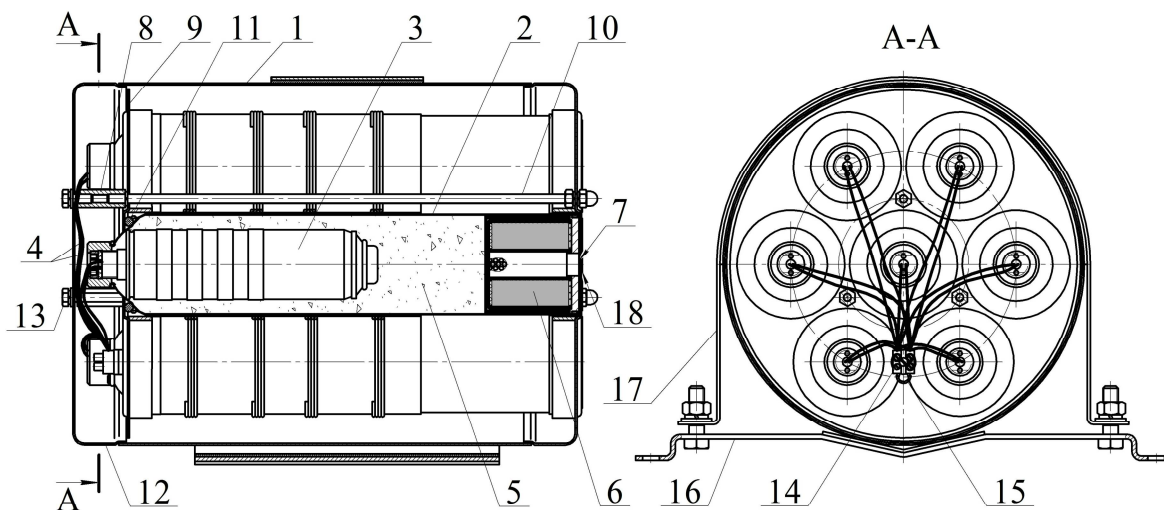

Рисунок 1
4.1.1 ГППТ (см. рисунок 1) состоит из корпуса **1**, в котором размещены семь сменных картриджей **2**, содержащих газогенерирующий элемент **3** с элементом электропусковым **4**. Свободный объем корпуса картриджей **2** заполнен таблетками охладителя **5**. Для очистки огнетушащего газового вещества от механических примесей в каждом картридже установлен фильтр-сепаратор **6**. Выходное отверстие фильтра - сепаратора заглушено самоклеющейся пленкой ПВХ **7**. В верхней части корпуса **1** картриджи при помощи гаек **8** поджаты крышкой **9**. Со-
6.1 Извлечь ГГПТ из упаковки, произвести визуальный осмотр целостности корпуса. Снять крышку **12** (см. рисунок 1), открутив болты **13**. Проверить качество крепления оголенных концов проводов элементов электропусковых **4** в соединительной коробке **14**.
6.2 Закрепить кронштейн **16** (см. рисунок 1) на потолке, стене или иной несущей плоскости, расположенной под любым углом относительно поверхности пола. Координаты отверстий в кронштейне, предназначенном для крепления ГГПТ, приведены на рисунке 2.
7.1 Один раз в месяц внешним осмотром проверяется целостность корпуса ГППТ, надежность соединения проводов элементов электропусковых **4** (см. рисунок 1) с проводами цепи запуска ГППТ в соединительной коробке **14**, а также отсутствие обрывов проводов цепи запуска, внешних повреждений их изоляции и мест соединений. При ослабленной затяжке крепления ГППТ произвести подтяжку.
- извлечь ГППТ из кронштейна **16** (см. рисунок 1), снять с ГППТ крышку **12**, отсоединить пусковой кабель и перенести генератор в комнату сборки;